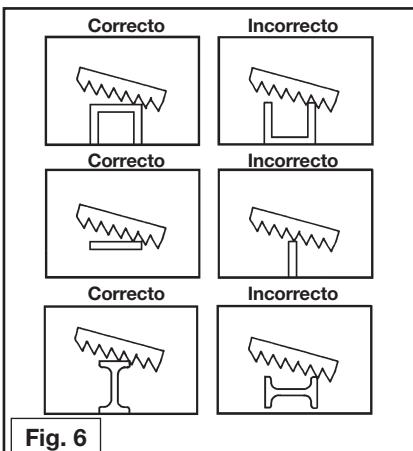

Fig. 6
- La Fig. 6 indica las posiciones correctas para varias formas (perfíles).